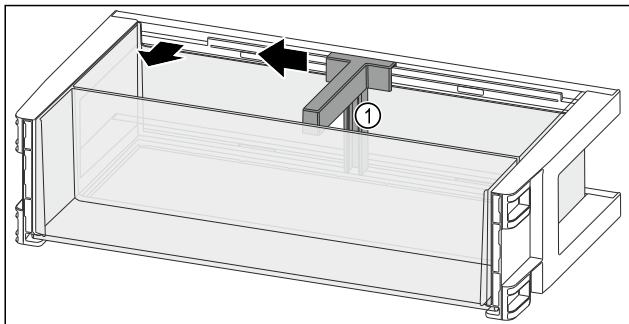

Fig. 121
- ▶ Сместите держатель для бутылок Fig. 121 (1) до выемки в сторону.
- ▶ Извлеките держатель для бутылок Fig. 121 (1).